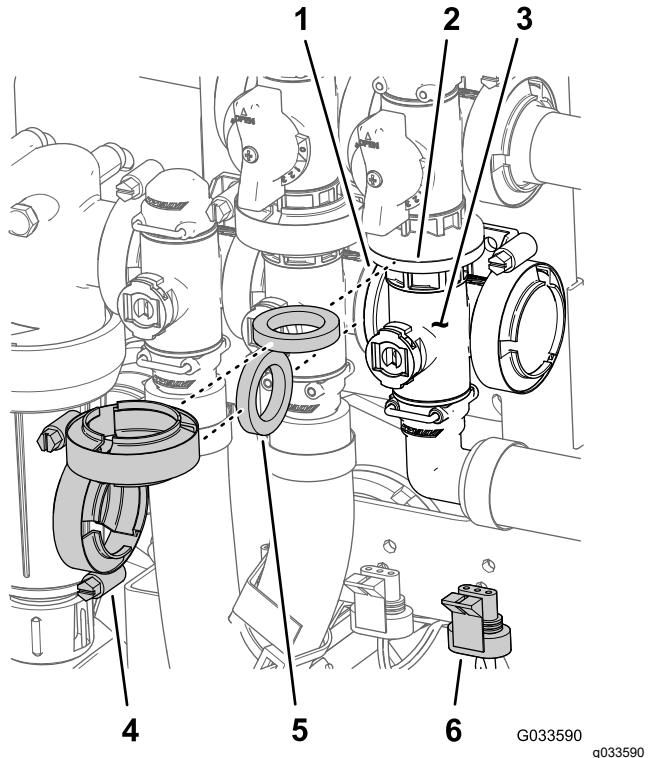

Bild 129
1. Fluchten Sie den Flansch des Hauptausleger-Ventilvertellers, eine Dichtung und den Flansch des Hauptausleger-Sicherheitsventils aus (Bild 129).
2. Montieren Sie den Hauptausleger-Ventilverteiler, eine Dichtung und das Hauptausleger-Sicherheitsventil mit einer Flanschklemme und ziehen sie mit der Hand an (Bild 129).
3. Fluchten Sie den Flansch des Hauptausleger-Ventilvertellers, eine Dichtung und den Rührwerkventilverteiler aus (Bild 129).
4. Montieren Sie den Hauptausleger-Ventilverteiler, die Dichtung und den Rührwerkventilverteiler mit einer Flanschklemme und ziehen sie mit der Hand an (Bild 129).
- Befestigen Sie das Rührwerkventil mit der Bundkopfschraube und der Sicherungsbundmutter (Bild 129), die Sie in Schritt 3 von Entfernen des Ventils des Hauptauslegerverteilers \(Seite 84\) entfernt haben, an der Ventilhalterung und ziehen Sie die Schraube und Mutter auf ein Drehmoment von 10 bis 12 N·m an.